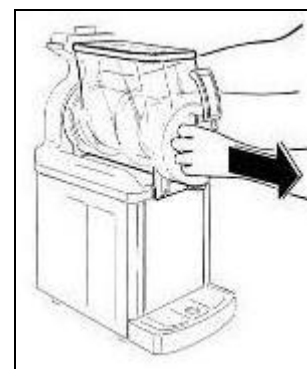

Abb. 16
- Ziehen Sie den Behälter nach vorne aus seinem Sitz heraus (Abb. 16).